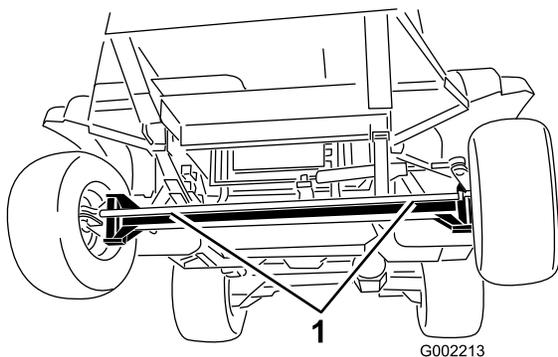
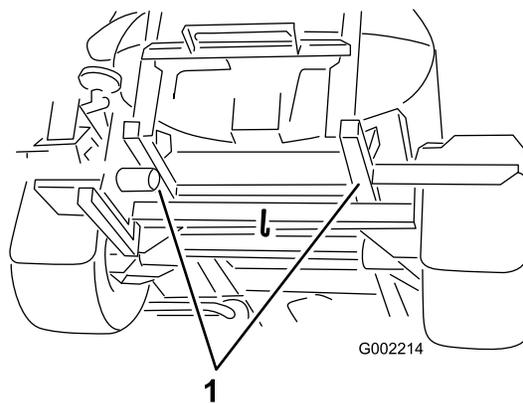

Figura 29
Figura 30
2. Montate una fune di traino sul telaio. Fate riferimento ai punti di traino anteriori e posteriori in Figura 29 e Figura 30.